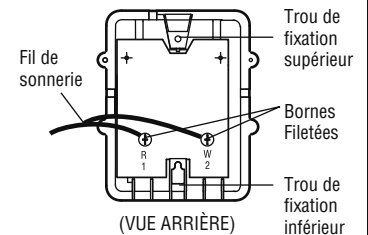

Figure 4
- (Installation standard seulement)** Faire monter le fil de sonnerie le long du mur et du plafond jusqu'au moteur. Utiliser des agrafes isolées pour fixer le fil à plusieurs endroits. NE PAS percer le fil avec une agrafe, ce qui créerait un court-circuit ou un circuit ouvert (Figure 4).